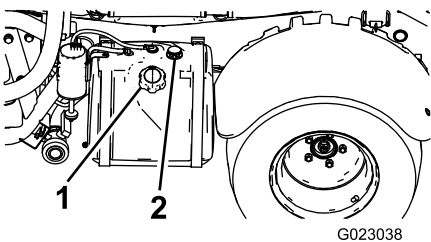

Figura 11
- 2. Limpie la zona alrededor del tapón del depósito de combustible (Figura 11).